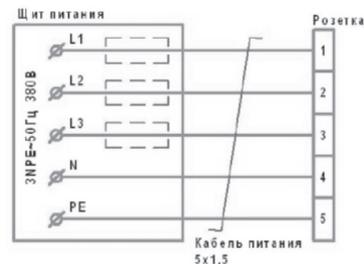

Рис. 5
6.4 Для защиты электропроводки от перегрузок подключение к стационарной электросети осуществляется через автоматический выключатель 16А. Кабель питания и сетевую розетку подключить в соответствии со схемой подключения (Рис. 5). Сечение жил кабеля питания должно быть не менее 1,5 мм² (для медной жилы).